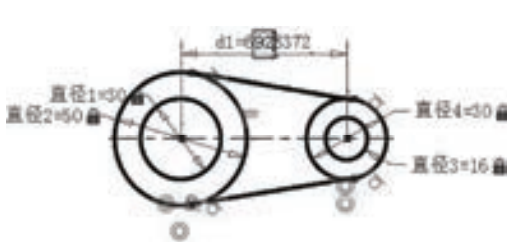
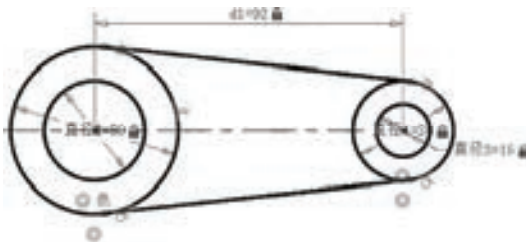

图 11-38 修改一个标注约束的值
图 11-39 修改一处标注约束得到的新图形
3) 双击“d1”水平距离标注约束，在屏显文本框中输入新值为“92”，如图 11-38 所示，然后按〈Enter〉键确认输入，由该标注约束的新值驱动得到的新图形如图 11-39 所示。